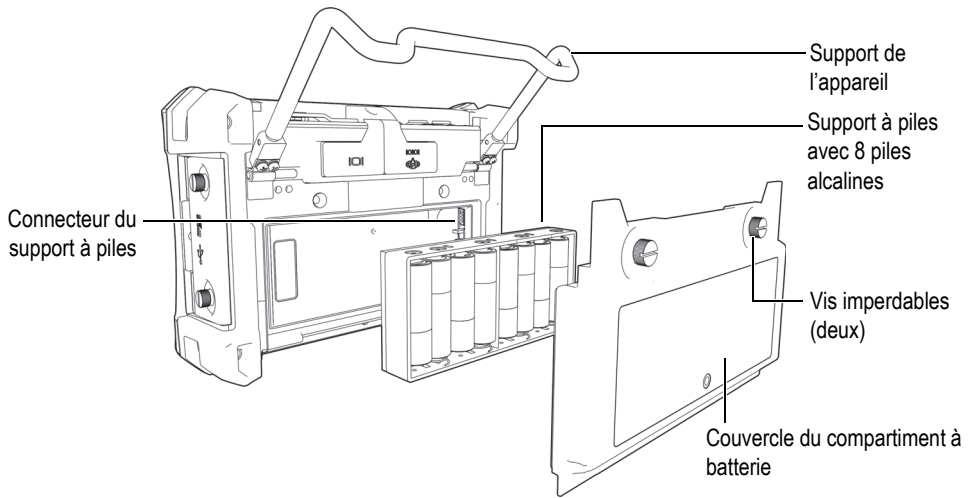

Figure 2-11 Support à piles alcalines
1. Relevez complètement le support de l'appareil (voir la Figure 2-11 à la page 45)